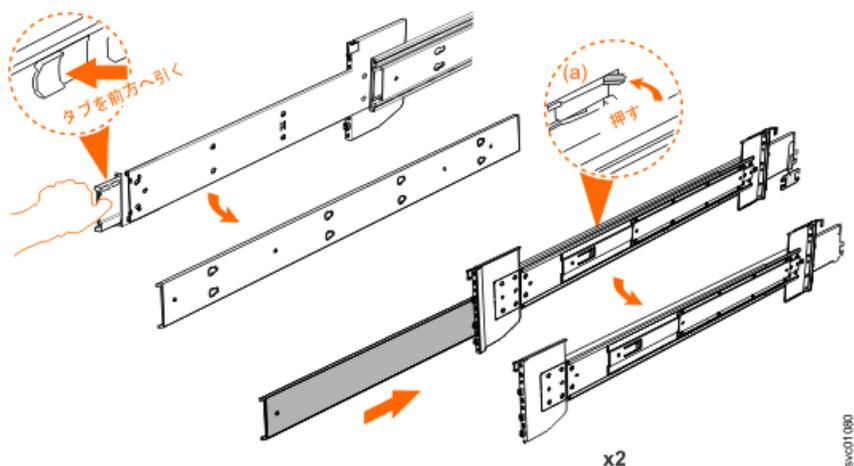

図 23. レールの内部セクションの切り離し
3. レールの内部メンバーを取り外します。タブ (a) を押し、中央のレール・メンバーをスライドさせて戻します (48 ページの図 23 を参照)。